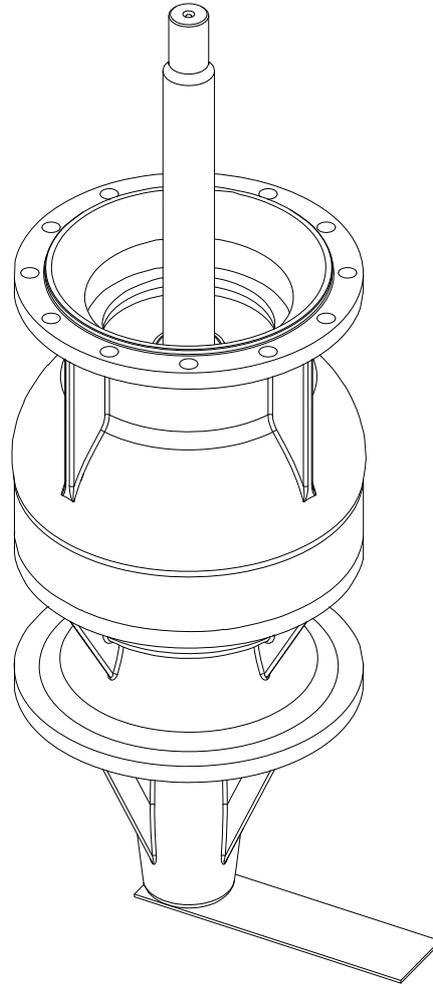

Figura 4-5: Placa de sujeción de la flecha
5. Compruebe el fondo de la bomba. Las unidades de sello mecánico del tipo de camisa son enviadas completamente ensambladas y se suministran con una placa de bloqueo de la flecha que debe ser retirada y reemplazada con un tapón macho (se requiere el tapón solamente sobre cojinetes de succión empacados de grasa) antes de la instalación (consulte Figura 4-5 en la página 18).